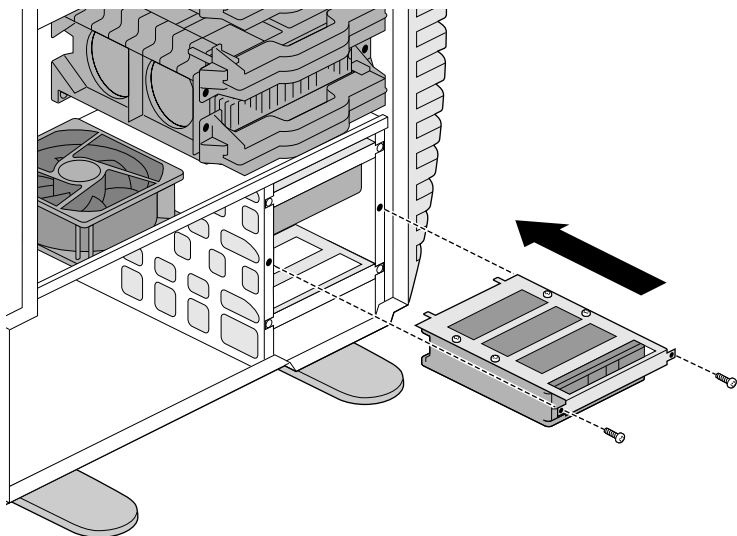

Figura 4-17 Fixando a unidade ao chassi
8. Mantendo a unidade virada de cabeça para baixo, insira a unidade e o trilho de montagem no compartimento vazio, como mostrado na Figura 4-17.